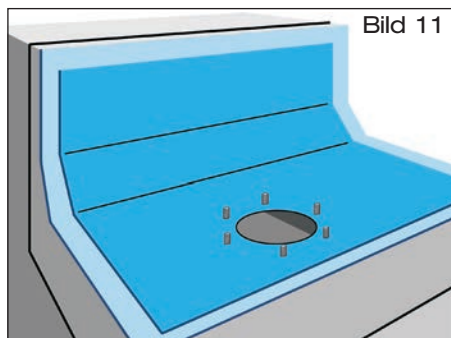

Bild 11
2.3 **Anschlussbahn** bauseits aus vorhandener Bitumen-Dachdichtungsbahn, Größe: 700 mm x 1000 mm, zuschneiden (Bild 11).